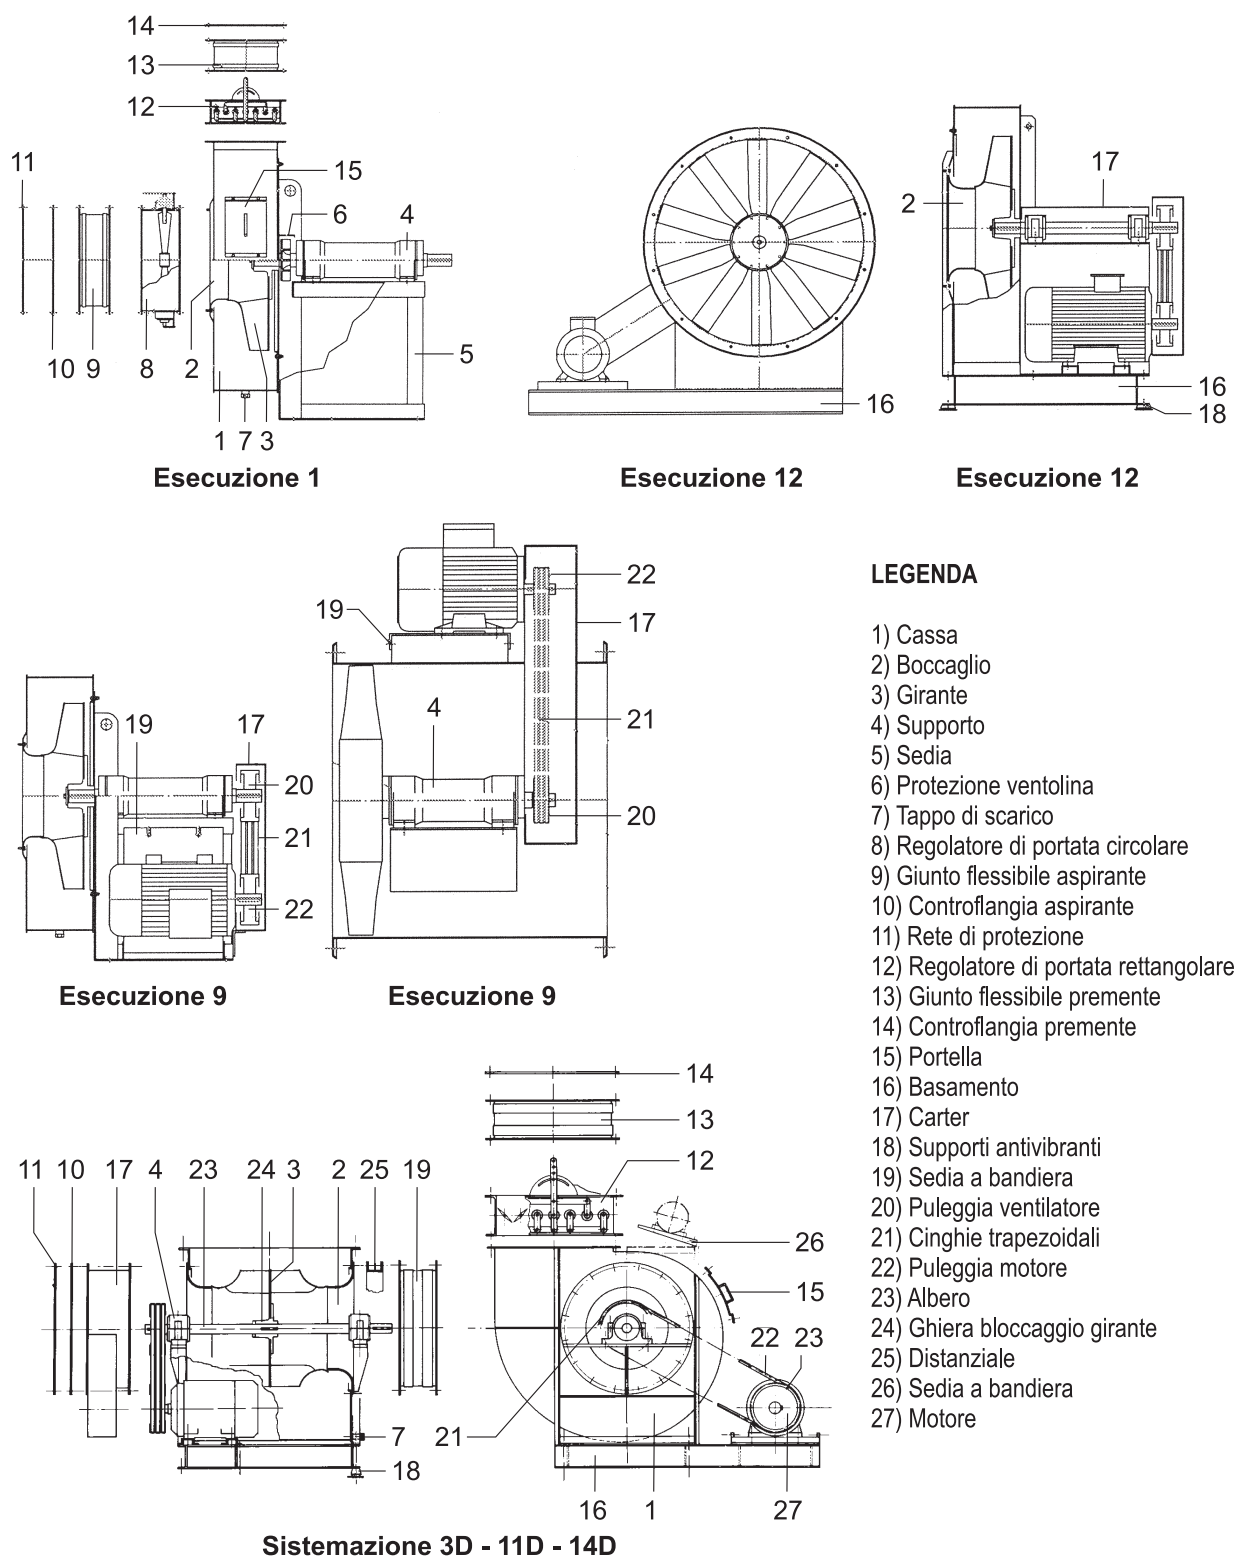

FIG. 4 (Esecuzione a trasmissione indiretta)
3.6.2- Esecuzione a trasmissione indiretta (FIG. 4)